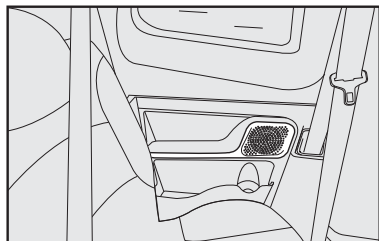

fig. 92
- lateral da porta traseira da Strada Cabine Dupla **fig. 92**;